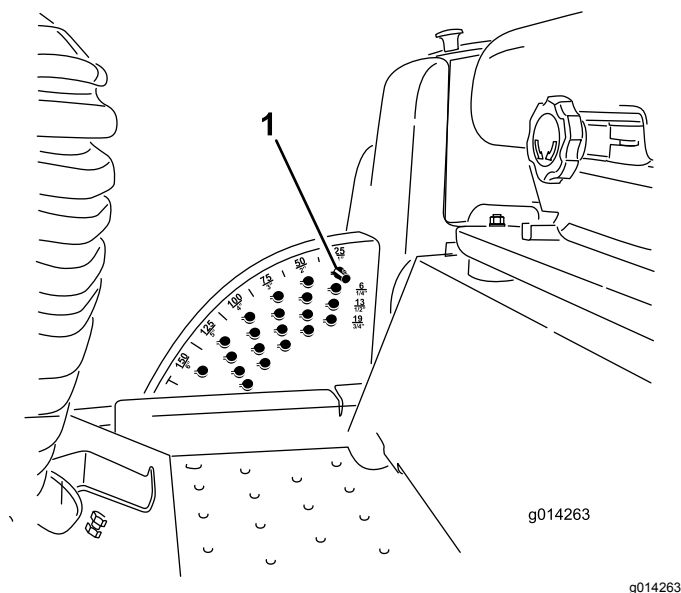

Figure 25
1. Lorsque le moteur tourne, repoussez la commande de levage du tablier de coupe en arrière jusqu'à ce que le tablier soit complètement levé puis **relâchez immédiatement** la commande comme montré à la Figure 25.
2. Tournez la goupille de hauteur de coupe jusqu'à ce que la saillie soit en face des fentes dans les trous du support de hauteur de coupe et déposez-la (Figure 25).
3. Placez la goupille dans le trou du support correspondant à la hauteur de coupe voulue et tournez-la pour la verrouiller en place (Figure 25).
Remarque: Il y a 4 rangées de trous (Figure 25). La première rangée donne la hauteur de coupe indiquée au-dessus de la goupille. La deuxième rangée donne la hauteur indiquée plus 6 mm (0,25 po). La troisième rangée donne la hauteur indiquée plus 12 mm (0,5 po). La dernière rangée donne la hauteur indiquée plus 18 mm (0,75 po). Un seul trou, situé dans la